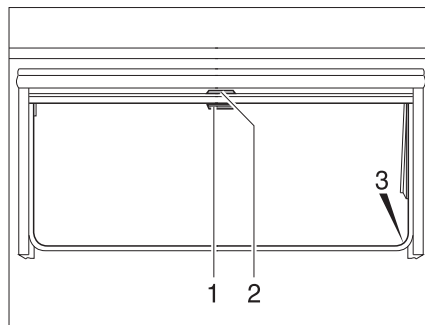

Fig. 38 Fenêtre projetante
- Tirer le store occultant vers le bas en le maintenant par la poignée (Fig. 38,2). Lorsque le store occultant est complètement fermé, l'accrocher des deux côtés du cadre de la fenêtre dans le dispositif de blocage (Fig. 38,3).
- Lorsque le store occultant est complètement fermé : Appuyer sur la poignée (Fig. 38,2) vers le bas tout en la tirant légèrement vers l'intérieur. Décrocher à droite et à gauche le store occultant du dispositif de blocage du cadre de la fenêtre.
- Si le store occultant se trouve dans une position intermédiaire : Tirer la poignée (Fig. 38,2) vers le bas jusqu'à ce que le dispositif de blocage se débloque.
- Tirer la moustiquaire par la poignée (Fig. 38,1) vers le bas et l'accrocher des deux côtés sur le cadre de la fenêtre dans le dispositif de blocage (Fig. 38,3).
- Appuyer sur la poignée (Fig. 38,1) vers le bas tout en la tirant légèrement vers l'intérieur. Décrocher à droite et à gauche la moustiquaire des dispositifs de blocage du cadre de la fenêtre.